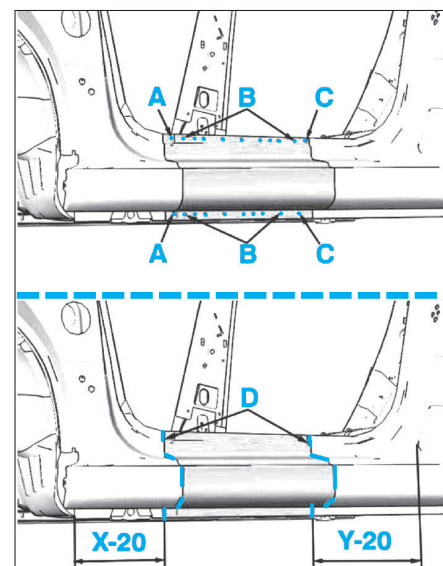

FIG. 23
- Dépointer et couper aux endroits indiqués en A, B, C et D (Fig.23).